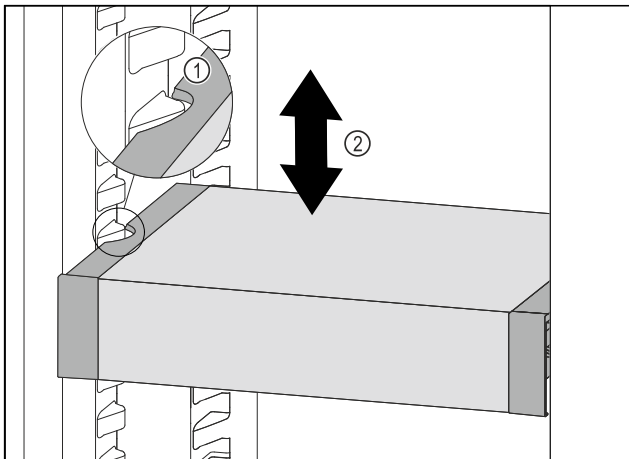

Fig. 67
- Tirer le VarioSafe vers l'avant jusqu'à ce que les encoches latérales du VarioSafe soient à la hauteur de la nervure du bac dans la partie réfrigérateur. Fig. 67 (1)
- Déplacer le VarioSafe vers le haut ou vers le bas dans la partie réfrigérateur jusqu'à ce que la hauteur souhaitée soit atteinte. Fig. 67 (2)